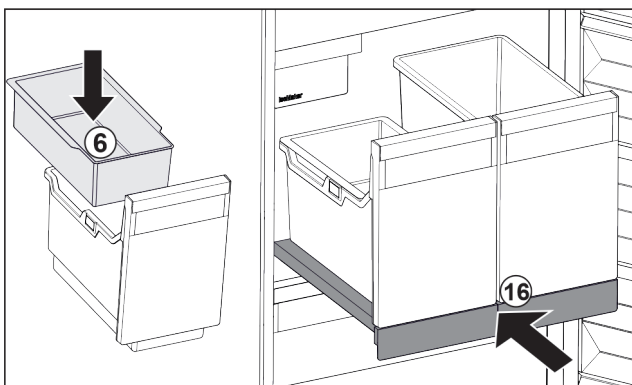

Fig. 96
- ▶ Introduceți tava suspendată Fig. 96 (6) pentru cuburi de gheață.
- ▶ Inșerați raftul extractibil cu recipientele (IceTower). Fig. 96 (16)